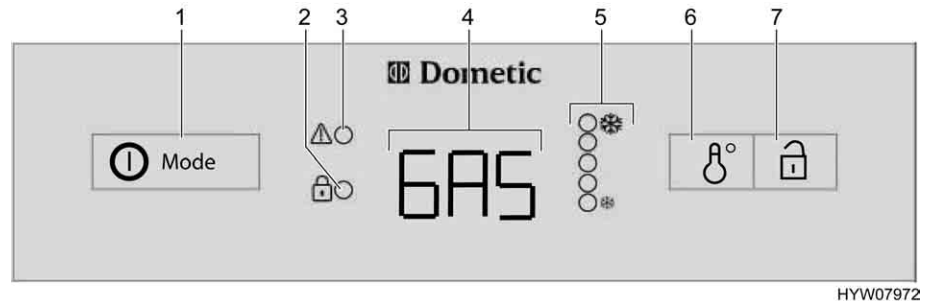

Fig. 221 Elementi di comando per il frigorifero (serie Dometic 8 con AES)
In caso di guasti il relativo indicatore LED "⚠" (Fig. 221,3) lampeggia.
Se è selezionato il funzionamento automatico, l'alimentazione a 230 V **non** è allacciata e il motore del veicolo è **spento**, il sistema AES seleziona il rifornimento di gas. Selezionando il funzionamento a gas, il dispositivo di sicurezza si apre automaticamente, così che il gas possa fluire al bruciatore. Contemporaneamente si inserisce l'accenditore elettronico. Se la fiamma del gas si spegne, p. es. a causa di un colpo di vento, l'accenditore viene subito azionato riaccendendo il gas. In caso di guasti nel funzionamento a gas, nell'indicazione di funzionamento (Fig. 221,4) lampeggia la scritta "GAS".
Dopo l'accensione il frigorifero seleziona automaticamente la regolazione intermedia del termostato. Questa impostazione può essere modificata manualmente con l'interruttore per la regolazione della temperatura (Fig. 221,6). Gli indicatori LED (Fig. 221,5) visualizzano la temperatura selezionata sul termostato. Con l'interruttore viene regolata la temperatura di refrigerazione per tutti i tre tipi di energia. Ci vogliono alcune ore prima che il frigorifero raggiunga la temperatura normale di esercizio. Cambiando la modalità di funzionamento la regolazione del termostato non viene modificata. La temperatura di refrigerazione è indipendente dal tipo di energia utilizzata.
- Premere l'inseritore/selettore di energia (Fig. 221,1) per 2 secondi, per accendere l'apparecchio. L'ultima modalità di funzionamento prescelta viene visualizzata nell'indicazione di funzionamento (Fig. 221,4).
- Con l'inseritore/selettore di energia (Fig. 221,1) selezionare il tipo di energia.
- Regolare la temperatura di refrigerazione sull'interruttore per la regolazione della temperatura (Fig. 221,6). Gli indicatori LED (Fig. 221,5) visualizzano la regolazione del termostato prescelta.
- Premere l'inseritore/selettore di energia (Fig. 221,1) per 2 secondi. Cancellare tutte le indicazioni.